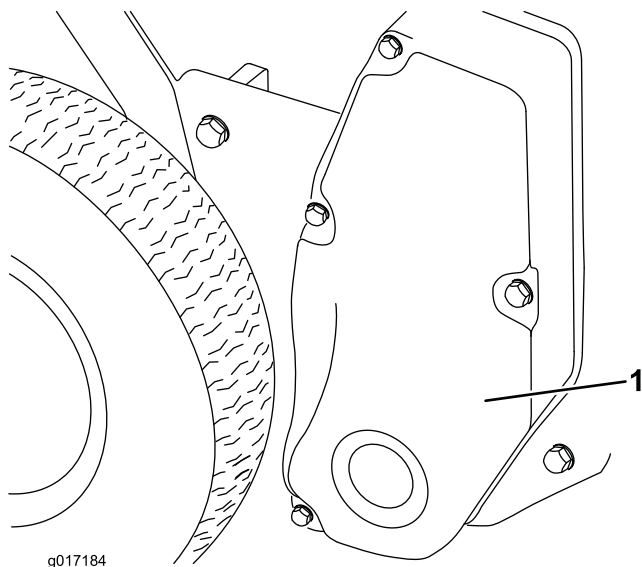

Figura 7
16. Retire los 4 tornillos de caperuza que sujetan la cubierta de la transmisión del molinete a la chapa lateral derecha, y retire la cubierta (Figura 7).